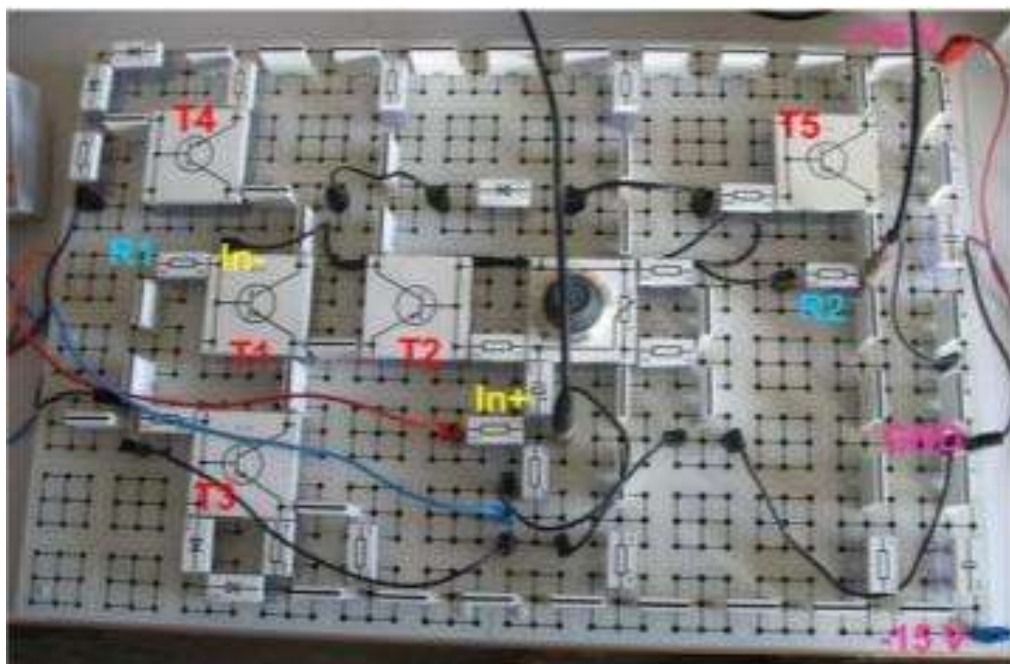
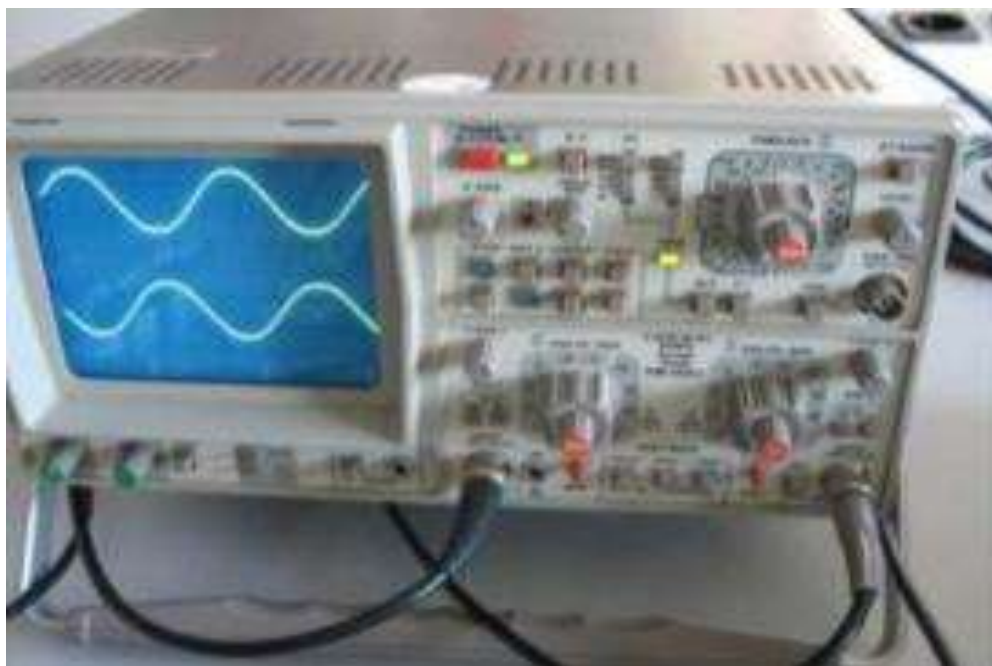

Рис.10.2. Внутренняя схема цеп инвертирующего ОУ (принципиальная схема приведено в рис.10.1).
Рис.10.3.Входной (верхний) и выходной (нижний) сигналы операционного усилителя (инвертирующий операционный усилитель).
Принципиальная схема ОУ приведено в рис.10.1 и соответствующий экспериментальная установка приведено в рис.10.2. В рис.10.2 приведено оба типа ОУ требующие изменение в цепи для перехода на другой тип усилителя приведено в рис.10.3.
- Через резисторы $R_1=1$ кОм и $R_2=10$ кОм измерьте напряжение U_1 и U_A (рис.10.3).
измеренного в эксперименте. В зависимости от внутреннего строения ОУ усиления входного сигнала зависит от внешних сопротивлений. (см. рис. 10.2). Из рис.10.3 и 10.4 можно видеть что фазы входных и выходных сигналов в инвертирующей усилителе сдвинуто на 180° (противофазно) и в неинвертирующем усилителе фазы совпадают.